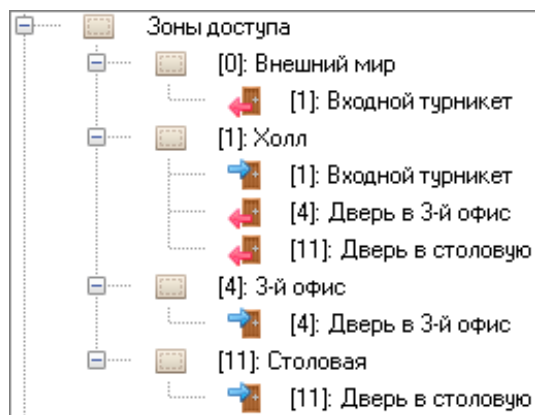

Рисунок 6-782 Зоны доступа в составе приведенного в пример объекта
– Зоны доступа (см. Рисунок 6-782):